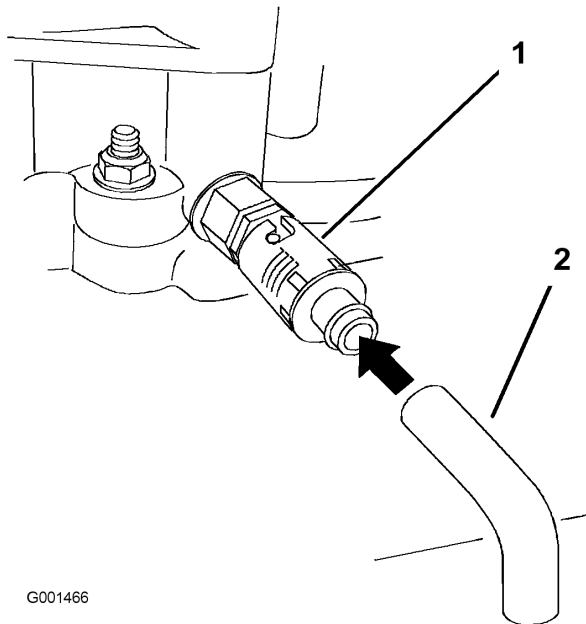

Figura 27
6. Coloque un recipiente debajo del tubo de vaciado. Gire la válvula de vaciado para que se drene el aceite (Figura 27).
8. Retire el tubo de vaciado (Figura 27).